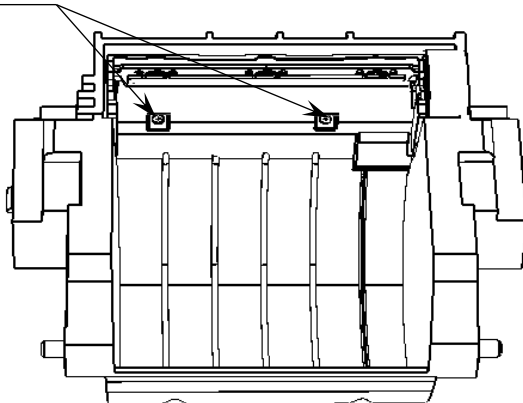

Рисунок 25. Винты крепления ТПГ к лотку для ЧЛ
13. Зафиксировать ТПГ в лотке для ЧЛ, вкрутив два винта (рисунок 25).